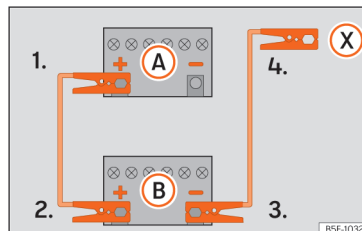

Abb. 54 Anschlusschema für Fahrzeuge ohne Start-Stopp-System.
zeugs mit der entladenen Fahrzeugbatterie (A) » » Abb. 54.
3. Klemmen Sie das andere Ende des roten Starthilfekabels an den Pluspol (+) des Strom gebenden Fahrzeugs (B).
- 4a. Bei Fahrzeugen ohne Start-Stopp-System: klemmen Sie ein Ende des schwarzen Starthilfekabels an den Minuspol (-) des stromgebenden Fahrzeugs (B) » » Abb. 54.